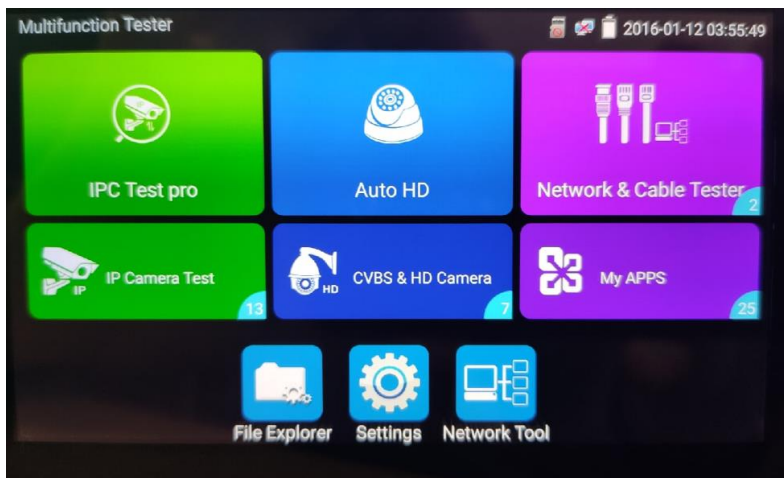

Рис. 5 Раздел с приложениями для просмотра изображения с AHD/TVI/CVI или CVBS видеокамеры
- 3) Зайдите в раздел CVBS & HD Camera (рис. 5) или нажмите на иконку AutoHD. В папке CVBS & HD Camera вы сможете выбрать необходимое приложение для просмотра изображения с видеокамеры (CVI, AHD, TVI, HD CVBS) или приложение AutoHD (универсальный мультимедийный вариант приложения)